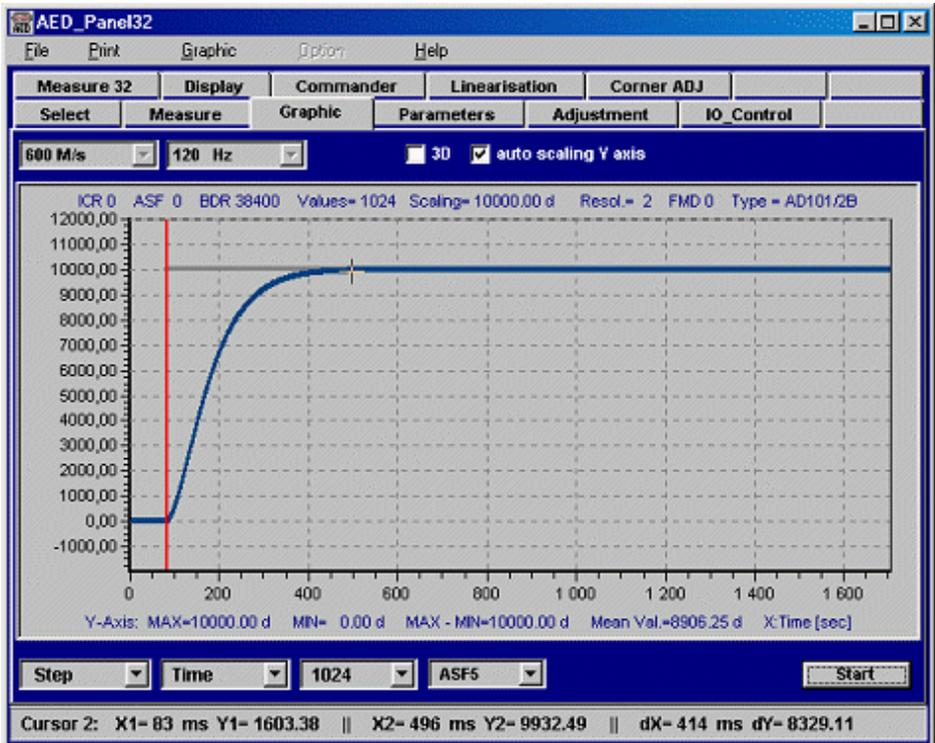

Abb. 5.8 Eingangssprungfunktion und Sprungantwort des ,post'-Filters (ASF5, FMD0)
- Mit dem Cursor kann nun die Einschwingzeit ausgemessen werden (Abb. 5.8)